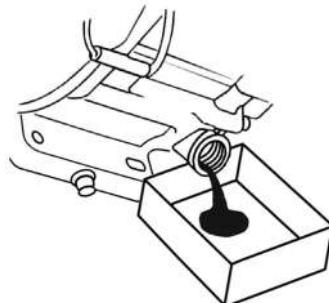

Рис. 16 Замена моторного масла
- С помощником наклоните мотокультиватор в сторону маслозаливной горловины двигателя и слейте отработанное масло через маслозаливную горловину в подготовленную для этого емкость (Рис. 16).